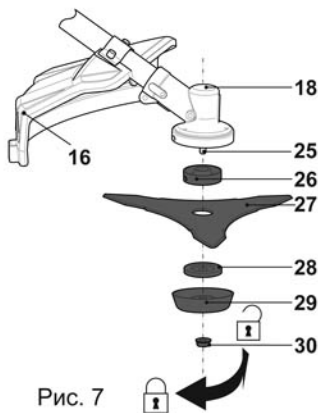

Рис. 7
- > С помощью многофункционального инструмента [39] затяните фланцевую гайку в указанном направлении вращения (рис. 7).